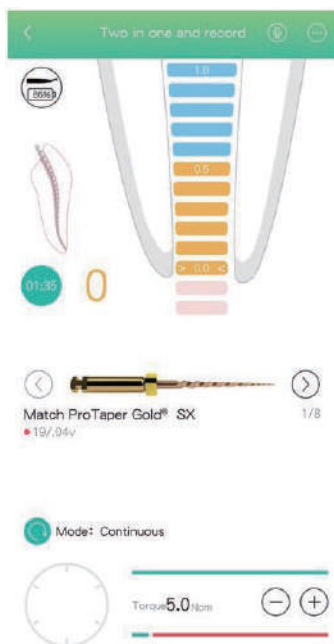

Figura 4(b)
c) Después de la electrificación, si la barra indicadora indica una distancia inferior a $0,0 \pm 1$ bar del dial, el equipo funciona correctamente [Figura 4 (b)]. Si la varilla está fuera de rango, el dispositivo no puede medir con precisión. En este caso, póngase en contacto con un distribuidor o fabricante autorizado para obtener asistencia.